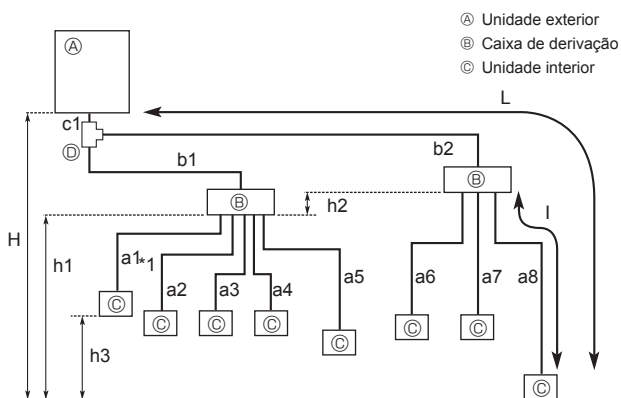

Fig. 4-2
4.2.2. Ligação com caixa de derivação (Fig. 4-2)